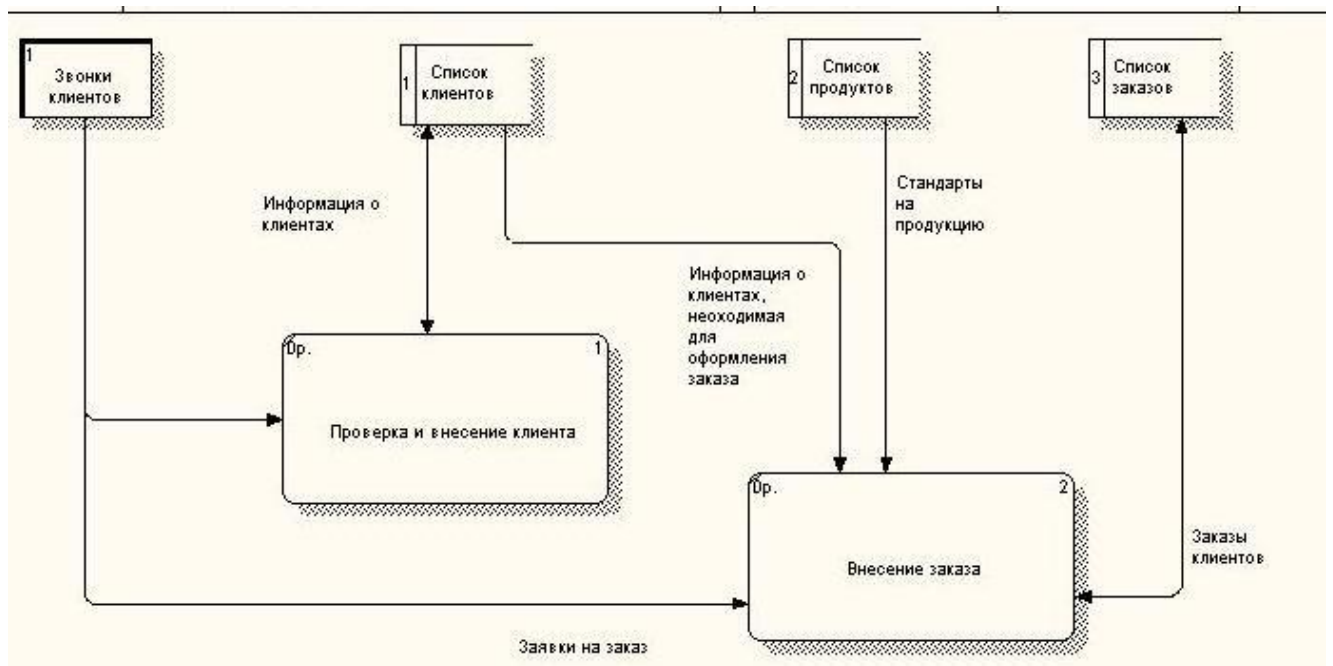

Рис. 9.2. Диаграмма A22
1.7. Создайте внутренние ссылки согласно рис. 9.2. При именовании стрелок используйте словарь.